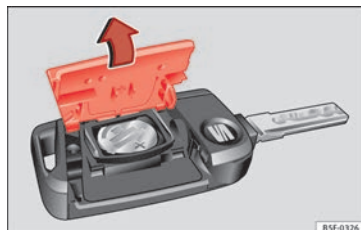

Abb. 118 Fahrzeugschlüssel: Deckel des Batteriefachs öffnen.
- Abdeckung auf der Rückseite des Fahrzeugschlüssels » Abb. 118 in Pfeilrichtung abnehmen » ❶.
- Abdeckung wie gezeigt ansetzen » Abb. 118 und entgegen der Pfeilrichtung auf das Fahrzeugschlüsselgehäuse drücken, bis sie einrastet.
❶ VORSICHT